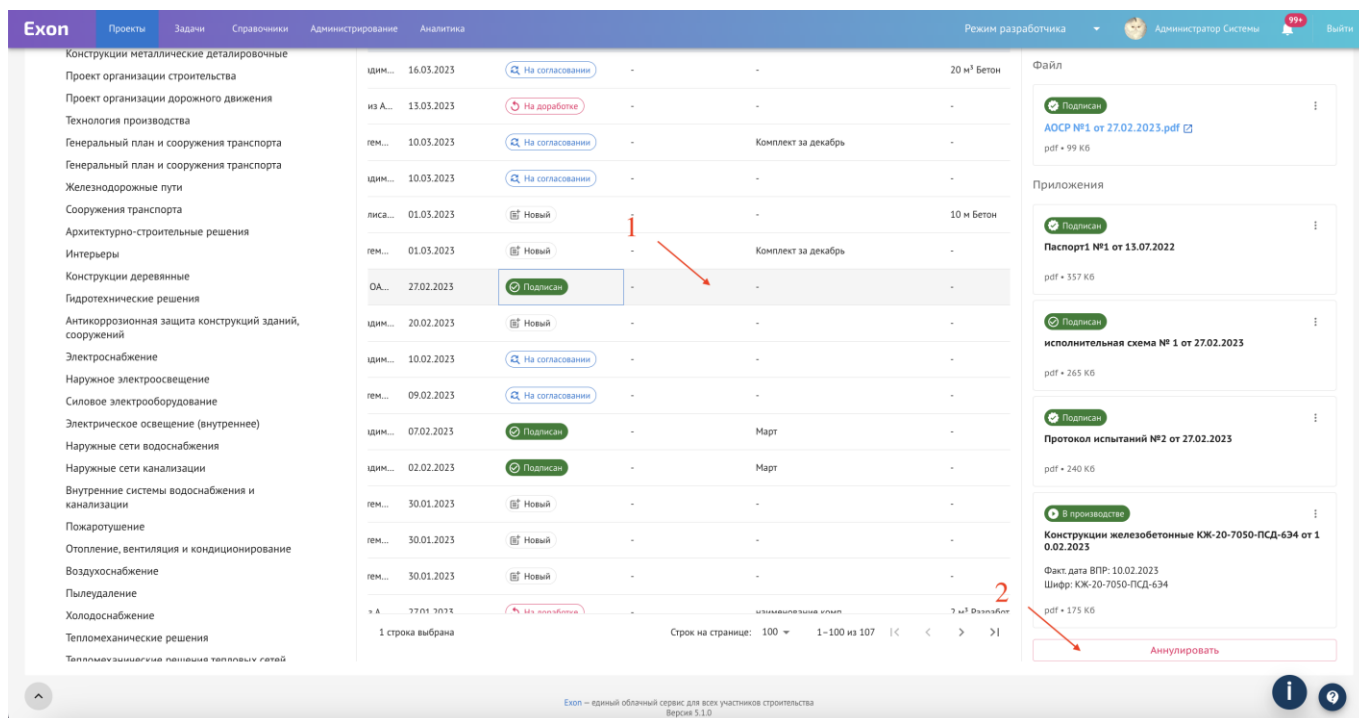

Рис. 65 – Аннулирование актов из Реестра ИД
В этой же вкладке, помимо корректировки объема, доступно аннулирование акта. Для того необходимо в окне Сведения колесом мышки пролистать страницу вниз и нажать на «Аннулировать». Аннулировать возможно акт в статусе «Подписан» (2) (рис. 65).